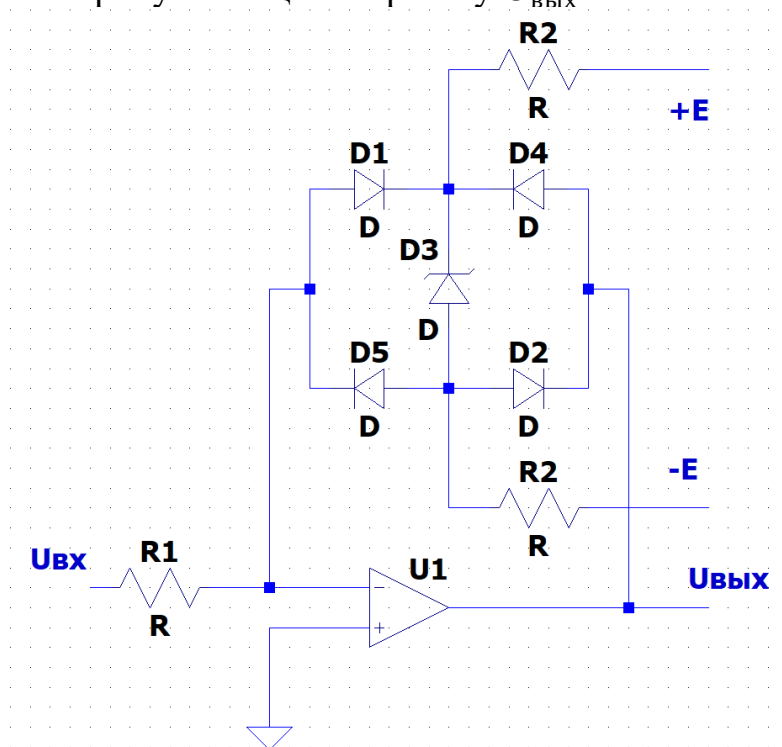

Рис. 2.3. Схема симметричного ограничителя
1.3 Соберите схему симметричного ограничителя, приведенную на Рис. 2.3. (Гусев)